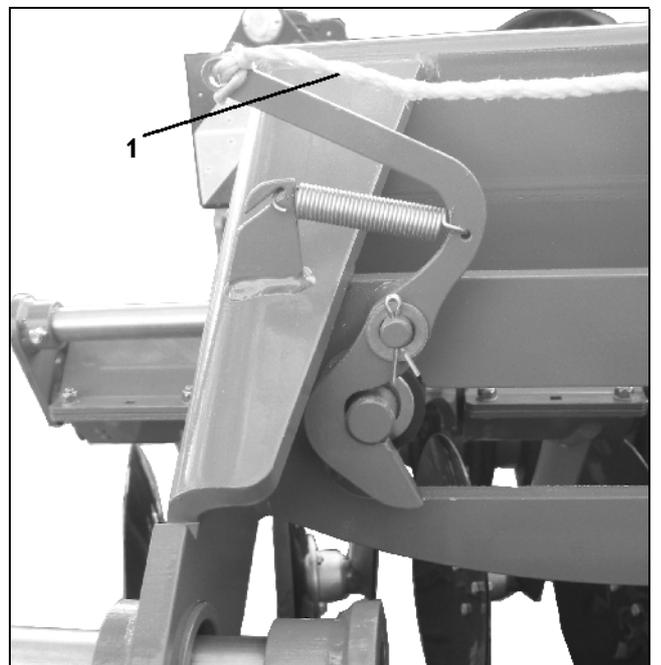

Fig. 20
**Para ello tirar el cable de bloqueo (Fig. 20/1) y bajar el aparato.**